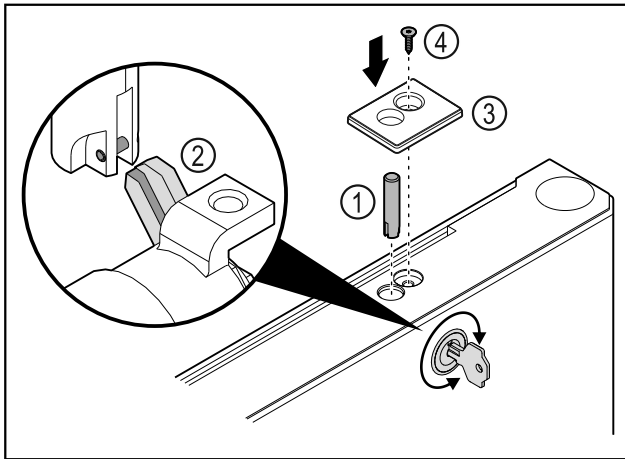

Fig. 47
- ▶ Вставьте запорный палец Fig. 47 (1).
- ▶ Слегка поверните замок, чтобы запорный палец Fig. 47 (2) защелкнулся в пазу замка.
- ▶ Установите крышку Fig. 47 (3).
- ▶ Вставьте винт Fig. 47 (4).